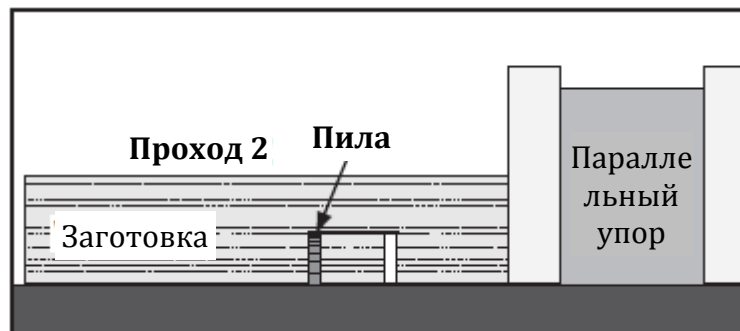

Рис. 49. Второй проход однодисковой пилы
7. Повторить резание на другой стороне паза, как показано на рис. 49.